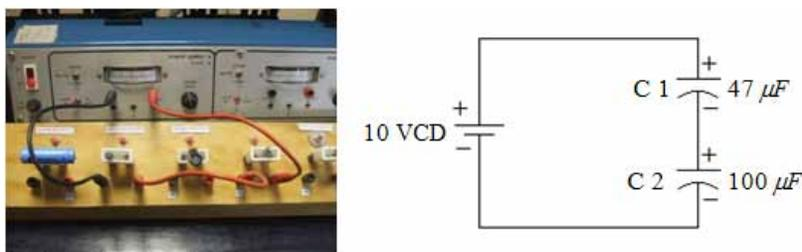

Figura 2.12. Capacitores en serie
- k) Arme el circuito de la figura 2.12, cuidando la polaridad de los capacitores.
| Figura 2.12 | | | |
9.- De acuerdo a las mediciones de la figura 2.12 y 2.13, ¿en qué circuito se almacena una mayor energía? Justifique su respuesta con cálculos.